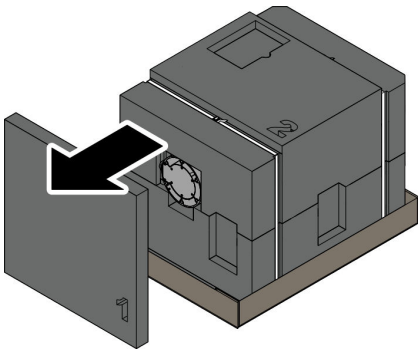

Abb. 45 Verpackungsteil 1 abnehmen
08. Verpackungsteil 1 der Roboterbox abnehmen **Abb. 45**.